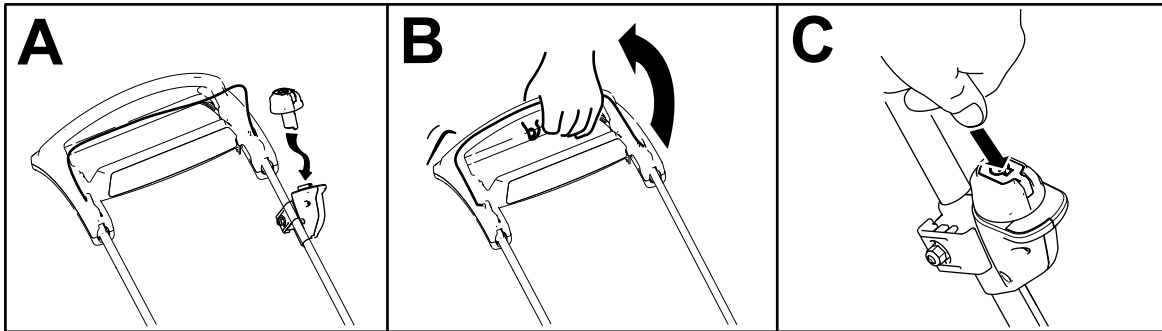

Figura 9
2. Introduceți butonul de pornire electrică în comutatorul demarorului (A din Figura 9).
3. Strângeți bara de comandă pentru lamă și înclinați-o spre mâner (B din Figura 9).
4. Apăsăți butonul de pornire electrică și mențineți-l apăsat până când pornete motorul (C din Figura 9).